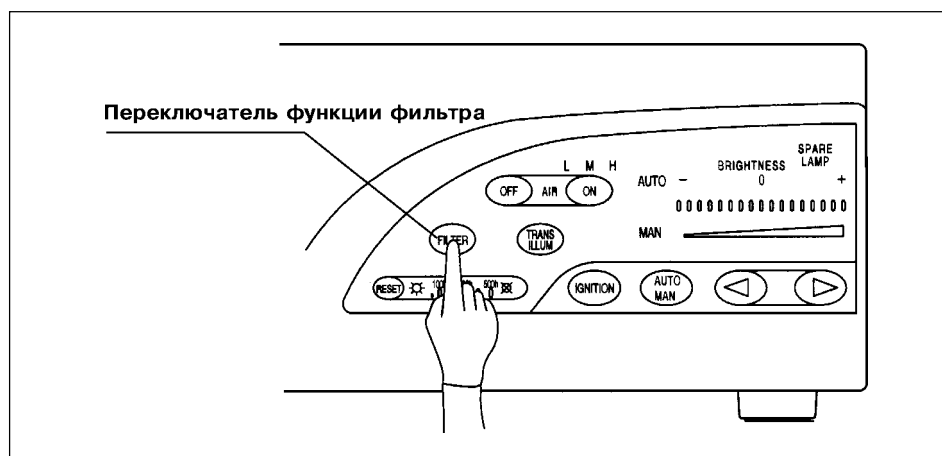

Рис. 4.6.
5. Для переключения в режим использования функции фильтра нажмите переключатель функции фильтра (см. рис. 4.6). При этом вместе с зуммерным сигналом загорается светодиод, встроенный в кнопку переключателя функции фильтра.